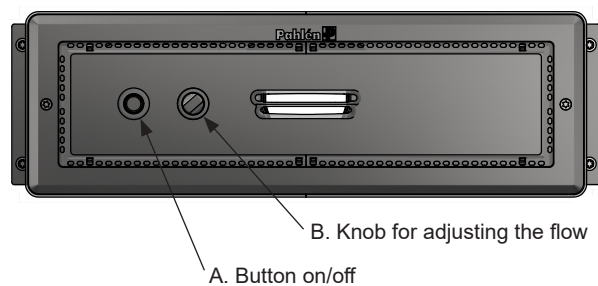

Bild 3: Jet Swim Athlete sedd framifrån
2. Jetstrålen kan justeras genom att vrida på reglaget (B), se bild 3. Spannet mellan max och min är ca 2½ varv. Vi rekommenderar att man stänger av jetstrålen innan man vrider på reglaget.